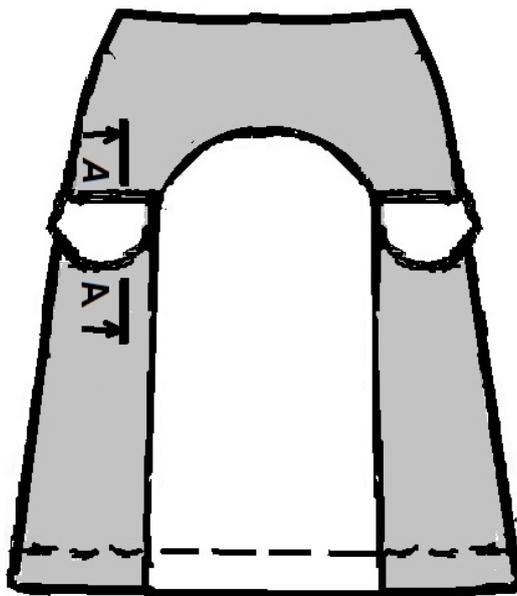

Рисунок 1 – Фрагмент платья. Переднее полотнище юбки
Третий этап: Изготовление (пошив) образца фрагмента заданной модели (стр. 7, рис. 1) женского платья.
1) Внешний вид фрагмента заданного изделия должен полностью соответствовать техническому рисунку модели и художественно-техническому описанию (стр. 3, табл.1), рисунку фрагмента (стр. 7, рис. 1) и техническим требованиям в п.п.2.2 (при их наличии).